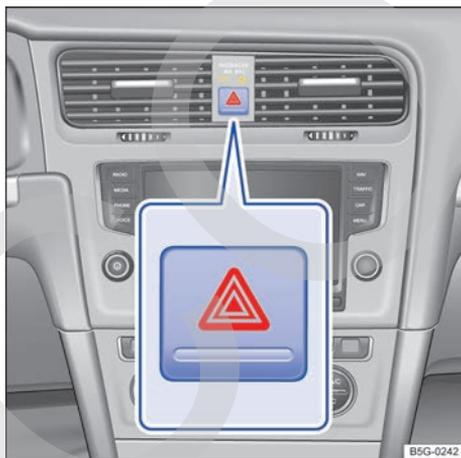

Fig. 55 En la parte superior de la consola central: pulsador de los intermitentes de emergencia.
2. Conecte los intermitentes de emergencia con el pulsador (▲) → fig. 55.